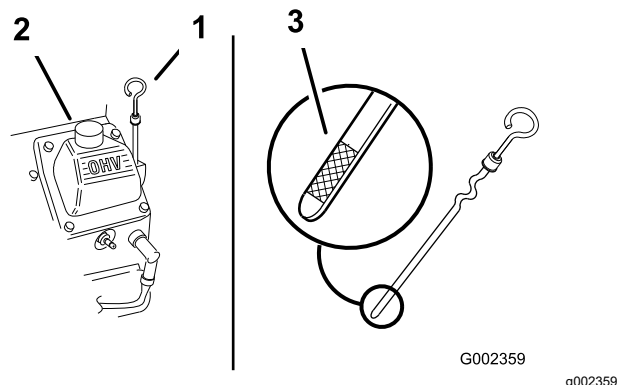

Figura 44
2. Pulite attorno all'asta di livello (Figura 44) in modo che la morchia non possa penetrare nel foro di rifornimento e danneggiare il motore.
3. Togliete l'asta di livello, asciugatela e reinseritela a fondo (Figura 44).
Il livello dell'olio deve essere compreso tra i segni di limite di pieno "F" e basso "L" sull'asta di livello (Figura 44).
5. Se il livello dell'olio è al di sotto del segno basso "L", rimuovete il tappo del tubo di riempimento (Figura 44) e aggiungete l'olio specificato fino a quando il livello non raggiunge il segno di pieno "F" sull'asta di livello.